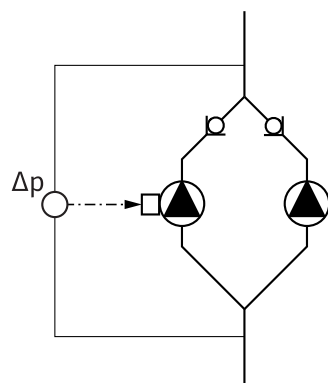

Fig. 13: Esimerkki, paine-eroanturin liitännä
- Esimerkissä Fig. 13 Master-pumppu on virtaussuuntaan nähden vasemmalla oleva pumppu. Paine-eroanturi yhdistetään tähän pumppuun.
Master-pumpun paine-eroanturin mittauspisteiden täytyy olla kyseisessä koontiputkessa kaksoispumppuaseman imu- ja painepuolella (Fig. 13).